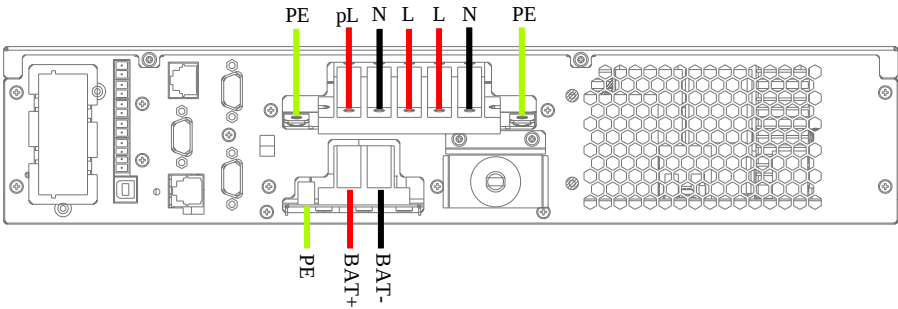

图2-18 接线示意图
- 3. 将输入火线、输入中线和输入地线穿过接线盒上盖的过线孔，然后分别连接到 UPS 输入输出端子排上的输入火线端子（L）、输入中线端子（N）和输入地线端子（PE）上，并拧紧固定螺钉。如图 2-18 所示。
- 4. 如图 2-18 所示，将输出火线、输出中线和输出地线穿过接线盒上盖的过线孔，然后分别连接到 UPS 输入输出端子排上的输出火线端子（L）、输出中线端子（N）和输出地线端子（PE）上，并拧紧固定螺钉。
- 5. 如图 2-18 所示，将电池正线、电池负线和地线穿过接线盒上盖的过线孔，然后分别连接到 UPS 输入输出端子排上的电池正（BAT+）、电池负（BAT-）和电池地线端子（PE）上，并拧紧固定螺钉。